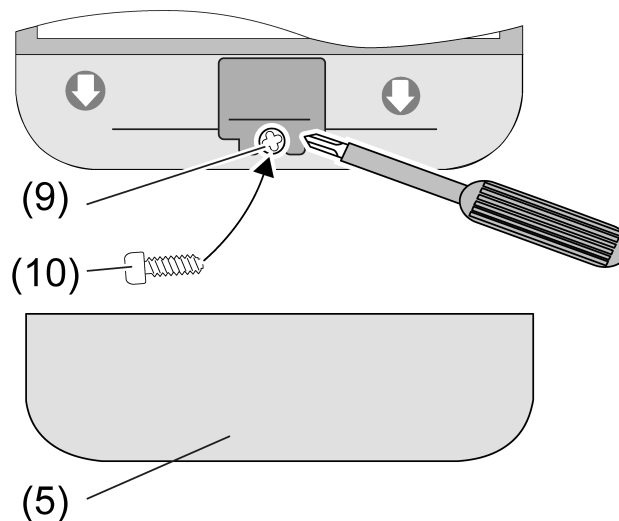

рисунок 18
- Ввинтить стопорный винт (10) в отверстие (9) подвижного переключателя (рисунок 18).